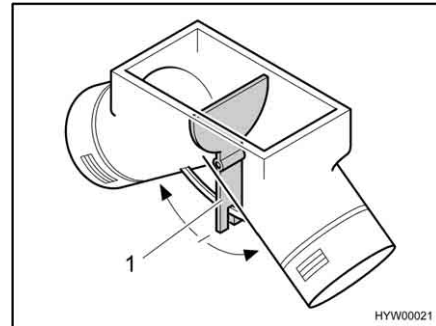

Fig. 89 Ventola di ricircolo dell'aria, sportello di impostazione su posizione centrale
Sulla posizione centrale l'aria calda si distribuisce uniformemente in entrambe le uscite di aria calda. La leva di comando (Fig. 89,1) per lo sportello di impostazione si trova sotto lo sportello del pavimento nell'armadio guardaroba.
- Spingere la leva di comando (Fig. 89,1) nella direzione della freccia fino alla posizione desiderata.